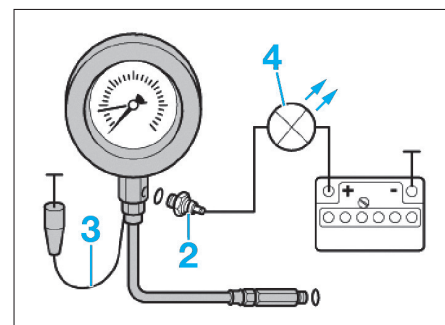

Fig. 19
• Dévisser le contacteur de pression d'huile (2) (Fig.19).
• Raccorder le contrôleur de pression d'huile en lieu et place du contacteur de pression d'huile (2).